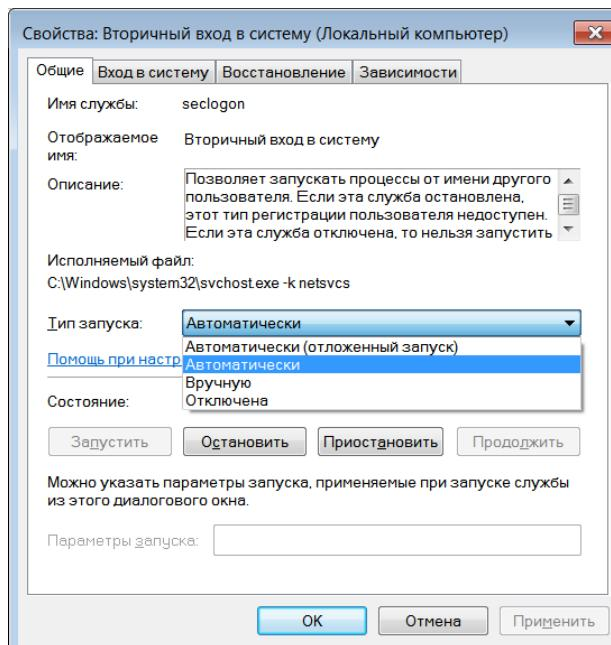

Рисунок 6.2 — Настройка автоматического запуска
3. В открывшемся окне *Свойства: вторичный вход в систему* в раскрывающемся списке *Тип запуска* выберите пункт *Автоматически* (см. рисунок 6.2) и нажмите кнопку *OK*.